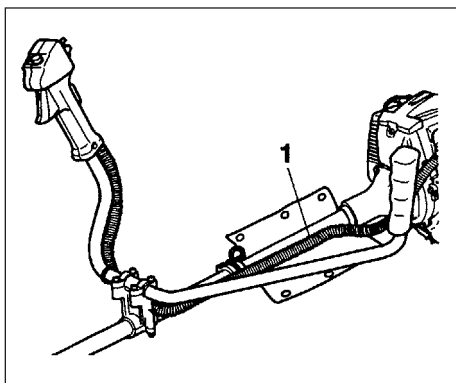

Fig.1-3B
Tag hoftepudden af krogen og vikl den om de rørførte stopledninger og drosselledning (1). (Fig. 1-3B)